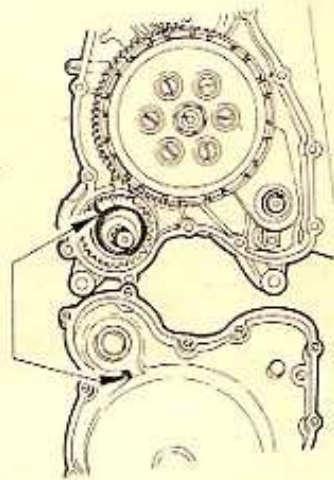

FIG. 47 Montaggio gruppo avviamento
22) Montare il gruppo avviamento curando di innestare l'ancoraggio della molla sul mozzo del coperchio (fig. 47).